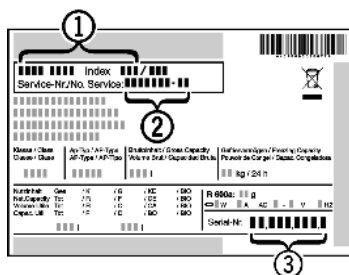

Fig. 33
- ▶ Apparaataanduiding *Fig. 33 (1)*, service-nr. *Fig. 33 (2)* en serie-nr. *Fig. 33 (3)* van het typeplaatje aflezen. Het typeplaatje bevindt zich aan de linkerkant binnen in het apparaat.
- ▶ Contact opnemen met de Technische Dienst en het probleem, apparaataanduiding *Fig. 33 (1)*, service-nr. *Fig. 33 (2)* en serie-nr. *Fig. 33 (3)* mededelen.